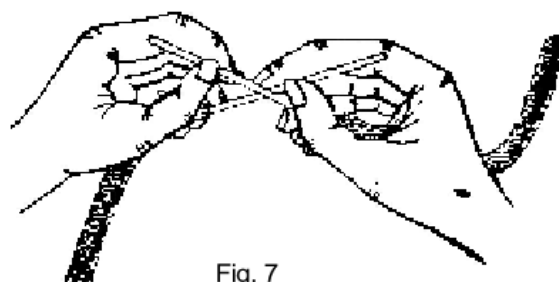

Fig. 7
b) Enrole o condutor com as mãos sobre o outro e em seguida, use o alicate universal, mantendo as espiras uma ao lado da outra no mínimo 6 espiras. (Fig.7).